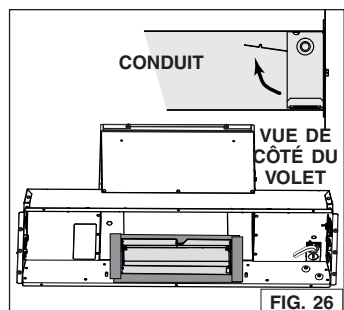

FIG. 26
4. Par l'intérieur de la hotte, glisser l'adaptateur/volet de 3/4 po x 10 po dans le conduit horizontal, puis le fixer à la hotte à l'aide de ruban adhésif de métal tout autour de celui-ci (FIG. 26). S'assurer que le volet ouvre tel qu'il est illustré dans la vue de côté du volet.